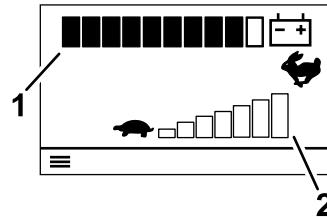

Figura 24
- **Pantalla principal de información (Figura 24):** muestra información actual de la máquina con la llave en la posición de CONECTADO.